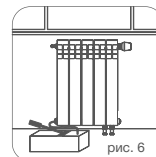

рис. 6
5. По завершению монтажных работ выполните испытания систем отопления в соответствии с требованиями СП 73.13330.2016 «Внутренние санитарно-технические системы зданий». Гидростатическое испытание водяных систем и приборов отопления должно проводиться под давлением, в 1,5 раза превышающем рабочее давление (пример рис. 6). Если рабочее давление более 10 бар (1,0 МПа), испытание проводить без вентиляционной вставки. По факту проведения испытаний составляется акт ввода системы и приборов в эксплуатацию в установленной форме.